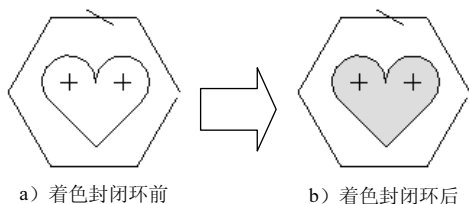

图 2.7.1 着色的封闭环
Step 2 选择命令。单击  功能选项卡  区域中的  按钮，系统自动在图 2.7.1 所示的圆内侧填充颜色。